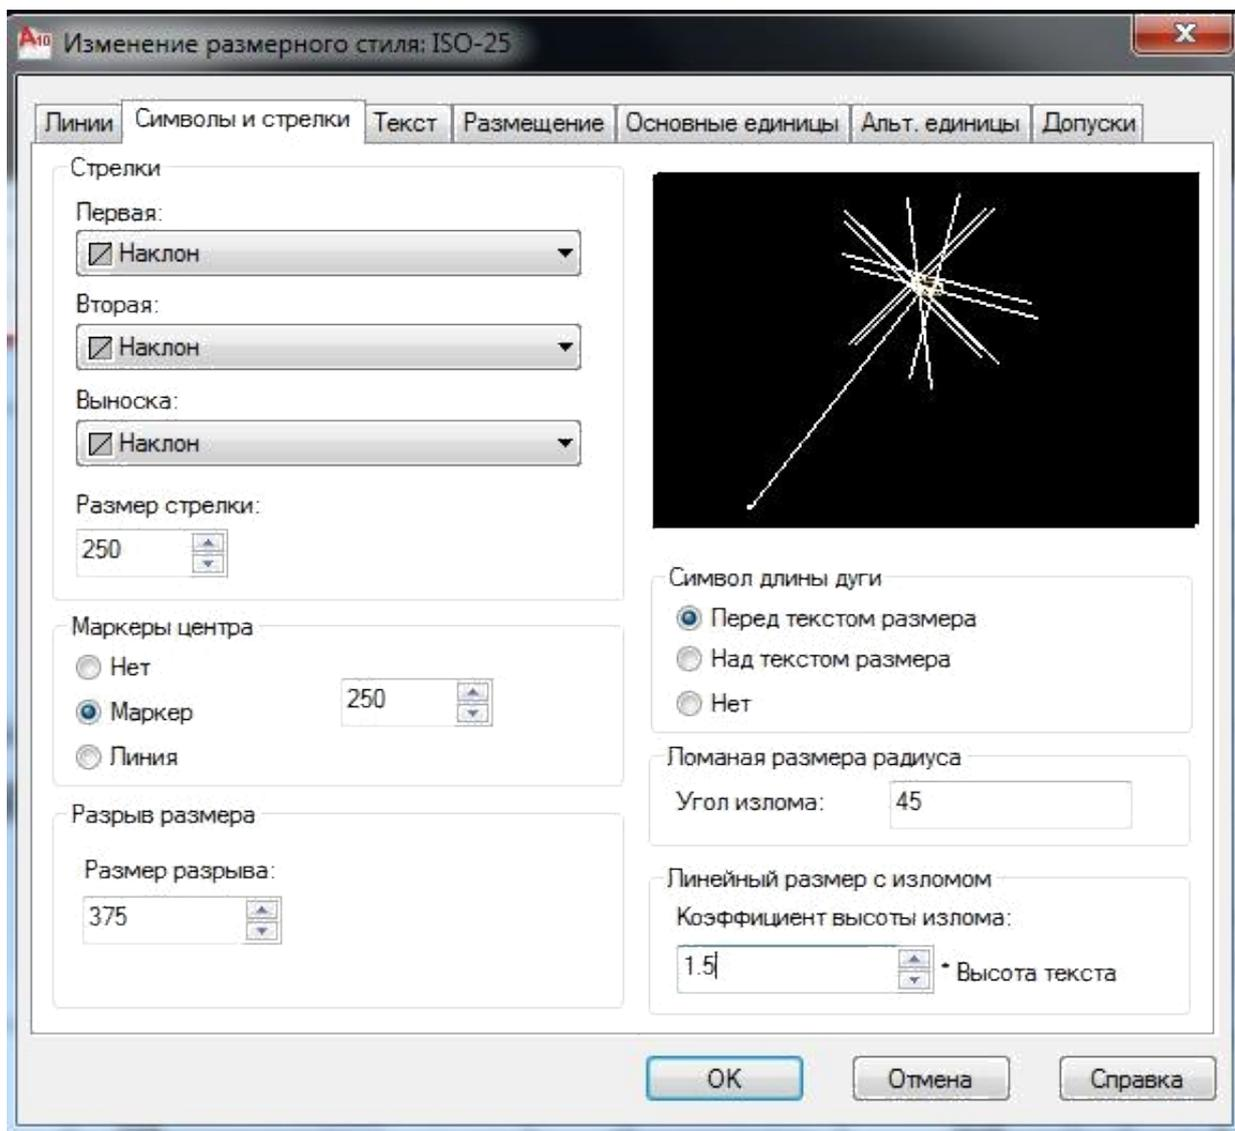

Рисунок 7.5. Панель «Изменение размерного стиля ISO-25». Символы и стрелки.
- Символы и стрелки ►Первая ►Наклон ►Выноска►Наклон►Размер стрелки►250, Размер разрыва►375, см. Рисунок 7.5.